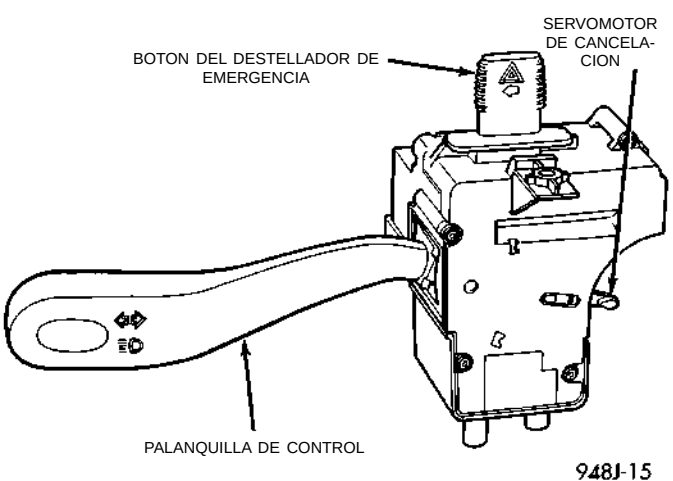

Fig. 4 Conmutador multifuncional
- (1) Desconecte el cable negativo de la batería.
- (2) Retire las cubiertas superior e inferior de la columna de dirección.
- (3) Retire los tornillos de fijación del conmutador multifuncional (Fig. 4).